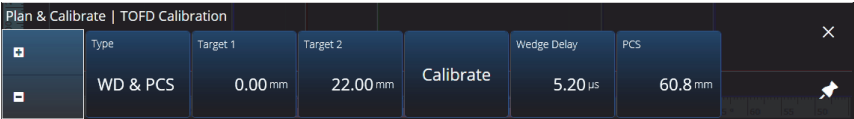

Figura 4-9 TOFD Calibration – WD & PCS
Nella scheda **TOFD Calibration** (taratura TOFD), è possibile tarare il gruppo TOFD in modo che le letture del cursore siano convertite in termini di profondità invece che di tempo. In genere questa operazione dovrebbe essere eseguita durante l'Analisi, tuttavia può essere eseguita prima. La taratura TOFD ha un processo semplificato ed è eseguito senza la procedura guidata della taratura. Per accedere alle opzioni **TOFD Calibration**, passare a **Plan & Calibrate > TOFD Calibration** (taratura TOFD) [Figura 4-9 a pagina 198 e Tabella 81 a pagina 198].
1. Selezionare il tipo di taratura (Figura 4-9 a pagina 198 e Tabella 81 a pagina 198).